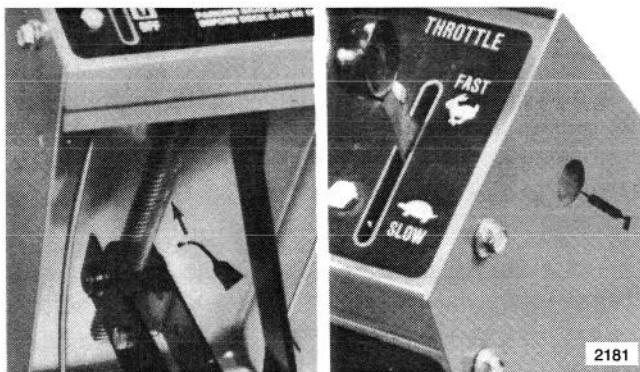

Figure 21
4. Lubrifier les coussinets de la pédale de traction avec quelques gouttes d'huile SAE 10W-30 ou de lubrifiant sec à pulvériser, ainsi que l'arbre de direction (Fig. 21).